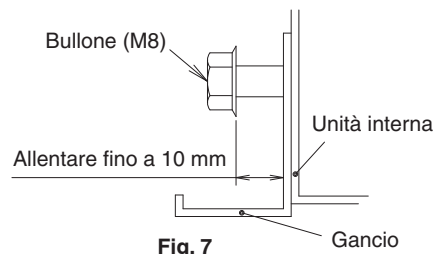
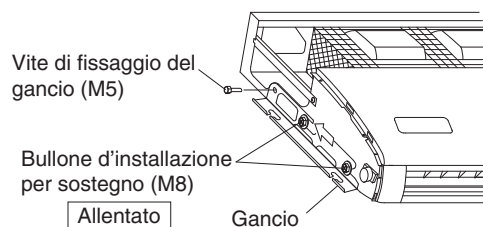

Fig. 7
Fig. 8
- Aprire il foro pretranciato sul lato di ingresso del cablaggio sulla superficie posteriore o superiore e installare la boccola in resina (10) fornita.
- Allentare 2 bulloni per l'installazione del gancio su ambo i lati (M8) (4 punti a sinistra e a destra) in uno spazio di 10 mm. **(Fare riferimento alla Fig. 7 e alla Fig. 8)**
- Rimuovere la vite di fissaggio del gancio sul retro (M5) e tirare il gancio all'indietro (nella direzione della freccia) per rimuoverlo. **(Fare riferimento alla Fig. 8)**